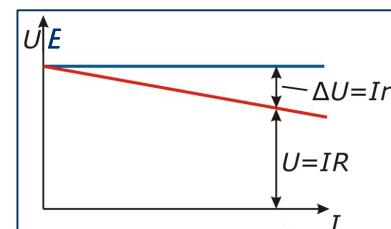

Рис. 119. Падения напряжения в замкнутой цепи:  $\Delta U = Ir$  – на внутреннем участке цепи;  $U = IR$  – напряжение на зажимах источника тока (**BA**)
Когда ток в цепи есть, внешняя разность потенциалов  $U$  уменьшается (рис. 119):
Величину  $U=IR$  называют **напряжением на зажимах источника**. Именно его показывает вольтметр, измеряющий напряжение источника между началом и концом внешнего участка цепи (**BA**). Оно всегда меньше ЭДС на величину  $\Delta U = Ir$ , см. рис. 119.
3. Если  $R$  растет, то согласно [38]\*, ток  $I$  в цепи уменьшается. При уменьшении силы тока  $I$  в цепи напряжение на зажимах источника  $U$  увеличивается, так как  $U=E-Ir$ , см. график на рис. 119.